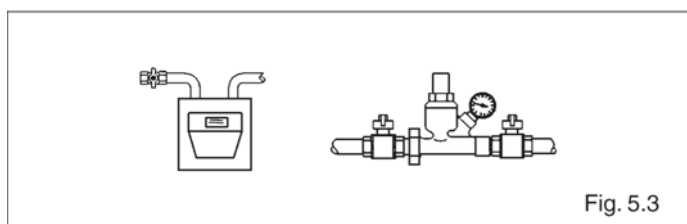

Fig. 5.3
- закройте краны на трубопроводе топлива и на трубопроводе воды (рис. 5.3).